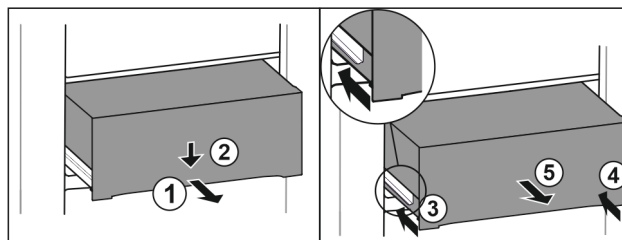

Fig. 167
- Zásuvku napůl vytáhněte. Fig. 167 (1)
- Stlačte zásuvku na přední straně dolů. Fig. 167 (2)
- Zasuňte levou kolejničku přibližně do 2 cm. Fig. 167 (3)
- Zasuňte pravou kolejničku přibližně do 2 cm. Fig. 167 (4)
- Vyjměte zásuvku dopředu. Fig. 167 (5)